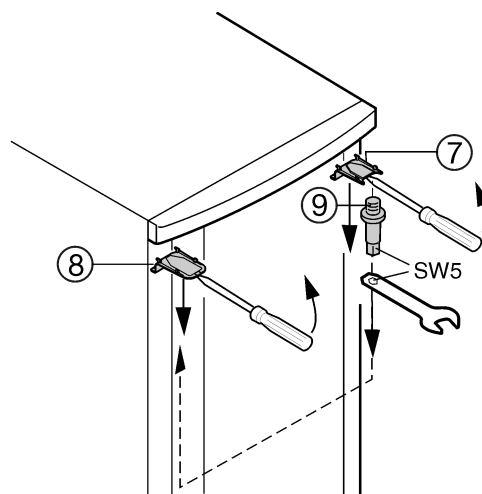

Fig. 5
- ▶ Lyft ur övre täckbricka Fig. 5 (7) och täckbricka Fig. 5 (8) framåt med en skruvmejsel och tag bort snett neråt.
- ▶ Skruva ur lagerbulten Fig. 5 (9) och skruva i den på motsatta sidan. Använd därvid insexnyckeln på den bifogade gaffelnnyckeln.
- ▶ Montera täckbrickan Fig. 5 (7) på samma sida som lagerbulten igen: Sätt i baktill, haka i framtill
- ▶ Montera täckbrickan Fig. 5 (8) på motsatta sidan: Sätt i baktill, haka i framtill
- ▶ Häng dörren i lagerbulten Fig. 5 (9) och stäng dörren.